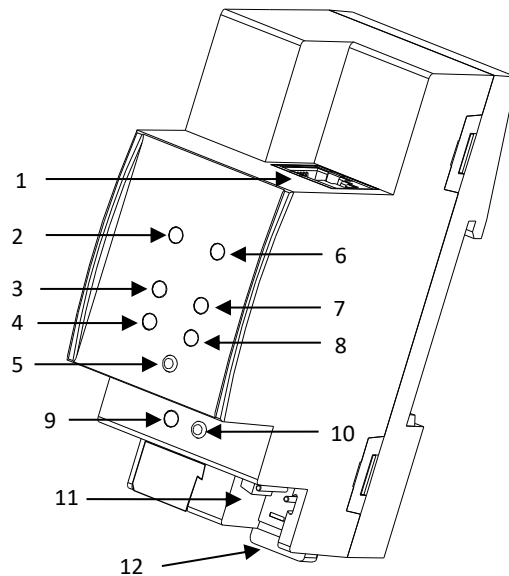

Figura 2 Diagrama de elementos
La Figura 2 muestra un esquema con todos los indicadores led y todas las conexiones necesarias. Este dispositivo no requiere de alimentación externa puesto que se alimenta a través del bus KNX.
Para que el IP Router CL entre en el **modo de programación**, deberá presionarse el botón de programación (10) mostrado en la Figura 2. Después de una breve pulsación, el led de programación (9) se iluminará en rojo.
IP Router / Interface CL incorpora un pulsador adicional en la cara superior, junto a los ledes de estado (ver (5) en la Figura 2) para: